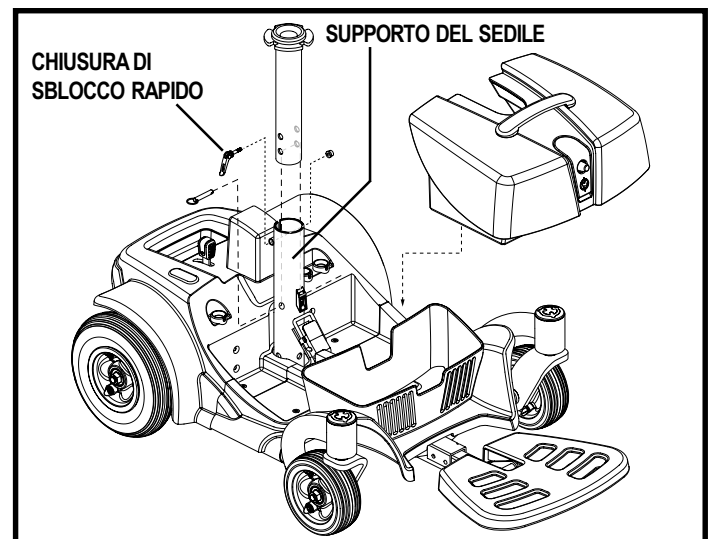
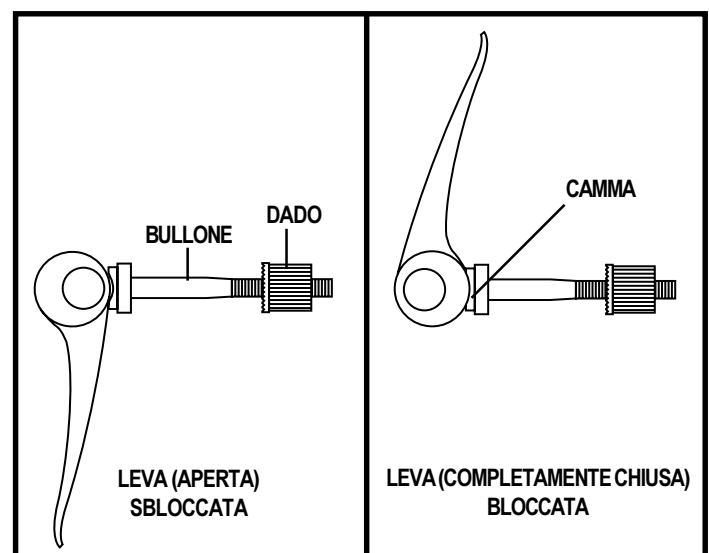

Figura 16. Regolazione dell'altezza del sedile
Figura 17. Funzionamento della chiusura di sblocco rapido
4. Allentare la chiusura di sblocco rapido. Vedere figura 16.
8. Serrare la chiusura di sblocco rapido. Vedere figura 17.
La chiusura di sblocco rapido consente di rimuovere il gioco in eccesso nel supporto del sedile. Vedere figura 16. La chiusura di sblocco rapido è costituita da un bullone, una leva e un dado. Vedere figura 17. La leva è dotata di una camma che consente di bloccare in posizione. La chiusura di sblocco rapido ha due stati: bloccato e sbloccato. Quando la leva è aperta, la chiusura di sblocco rapido è sbloccata. Quando la leva è chiusa, la chiusura di sblocco rapido è bloccata.